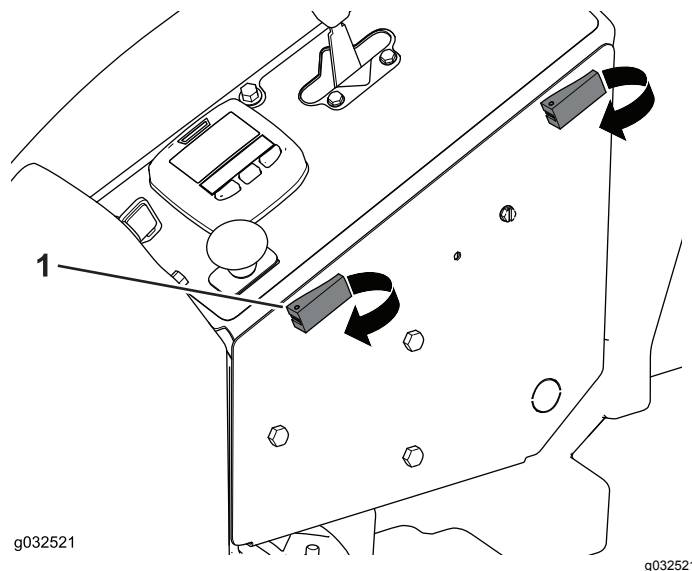

Figure 40
1. Basculez les loquets à expansion et ouvrez le compartiment des commandes de l'opérateur (Figure 40).